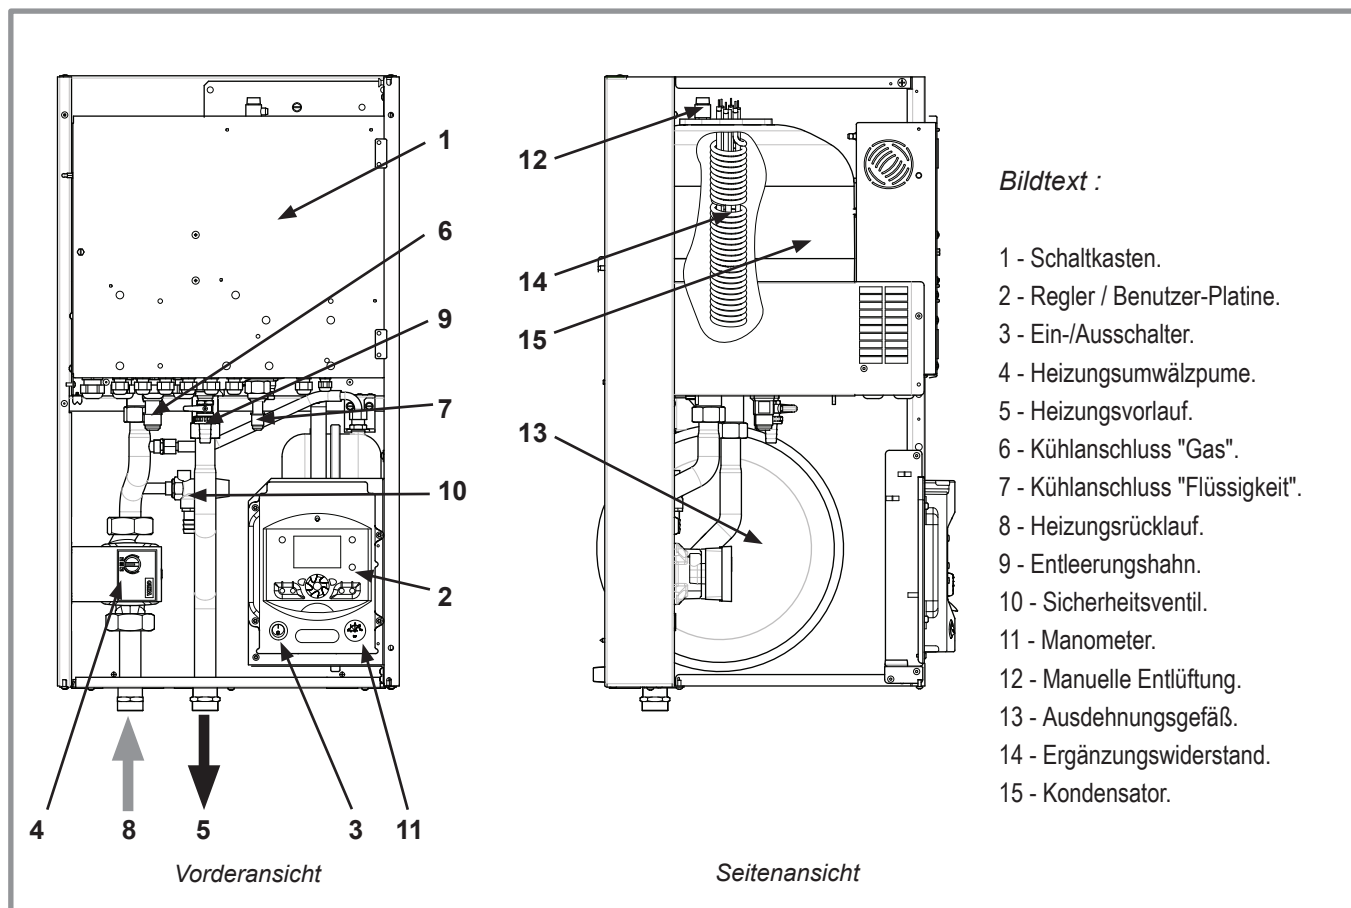

Abbildung 8 - Elemente des Hydraulikmoduls
- Im Kondensator (Ken. 14, Abbildung 8, Seite 10) : Die Energie des Kältemittels wird an den Heizungskreislauf übergeben. Das Kältemittel wird wieder flüssig.